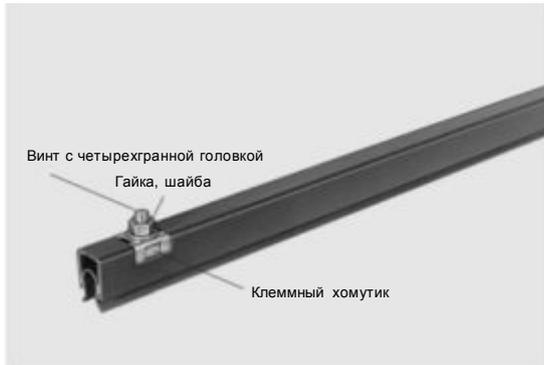

Рис. 17
- 3) Насадить зажимной хомут (медь) и плотно затянуть при помощи шайбы и гайки (рис. 17), макс. момент затяжки 2 нм. (При этом обращать внимание на то, чтобы профиль контактного рельса и изолированного профиля обязательно находились точно на конце.)